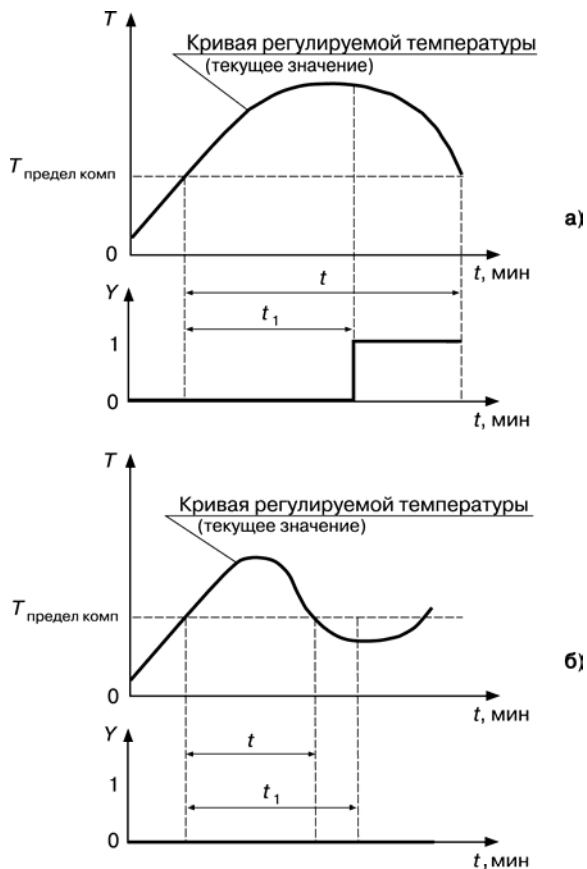

Рис. 3.19. Задержка срабатывания компаратора:
- если время нахождения регулируемой величины $t > t_1$ (времени задержки срабатывания компаратора), то компаратор срабатывает, рис. 3.19,а;
- если время нахождения регулируемой величины $t < t_1$, то компаратор не срабатывает, рис. 3.19, б.